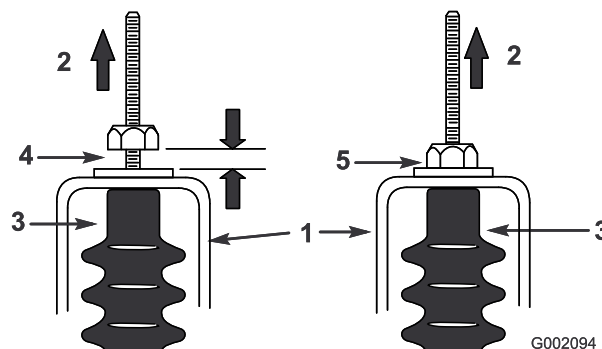

Рисунок 50
5. Потяните вверх каждый трос переключения передач, чтобы убедиться в наличии зазора 0,76-1,52 мм между гайкой/шайбой и кронштейном нейтрали (Рисунок 50).